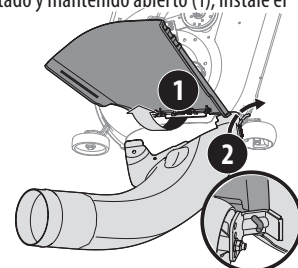

Figura 19
- Con el canalón de descarga del tractor levantado y mantenido abierto (1), instale el maletero colocando la barra de montaje del maletero en la pestaña de montaje del canalón (2), como se muestra en Figura 19.